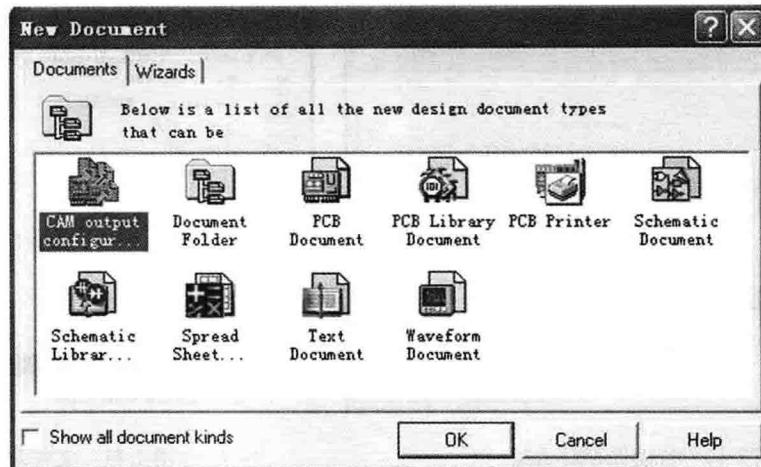

图 1-12 文件类型选择对话框
(1) 新建文件。执行 “File 文件” 菜单下的 “New 新建文件” 命令, 弹出图 1-12 所示新建文件对话框, 选择要创建的文件类型, 创建相应类型的文件。